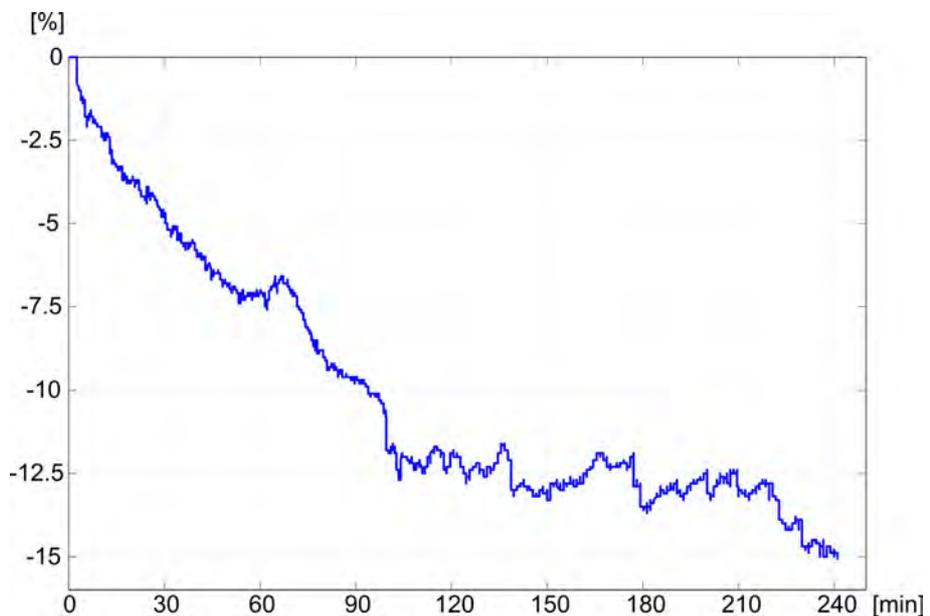

Fig. 11-21 Curva del volumen de sangre relativo (en %) durante el tratamiento (tiempo en minutos)
El sensor de hematocrito (opcional) (véase el apartado 11.4 Sensor de hematocrito (sensor HCT) (287)) proporciona valores de volumen de sangre relativo (volumen de sangre delta en %) en intervalos de tiempo de 10 segundos. bioLogic Fusion utiliza estos valores para calcular la pendiente de los últimos 10 minutos de la tendencia RBV (Fig. 11-21) para monitorizar el desarrollo del descenso de RBV.